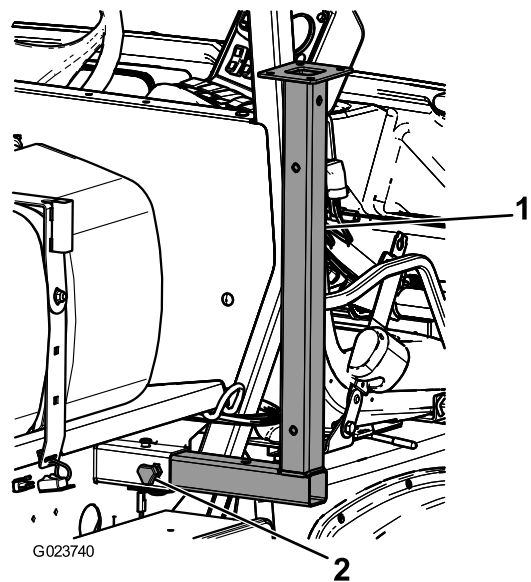

Bild 50
1. Setzen Sie die vorderen Stützböcke umgedreht in den Rahmen in der Nähe der vorderen Vergurtungsstellen ein (Bild 50).